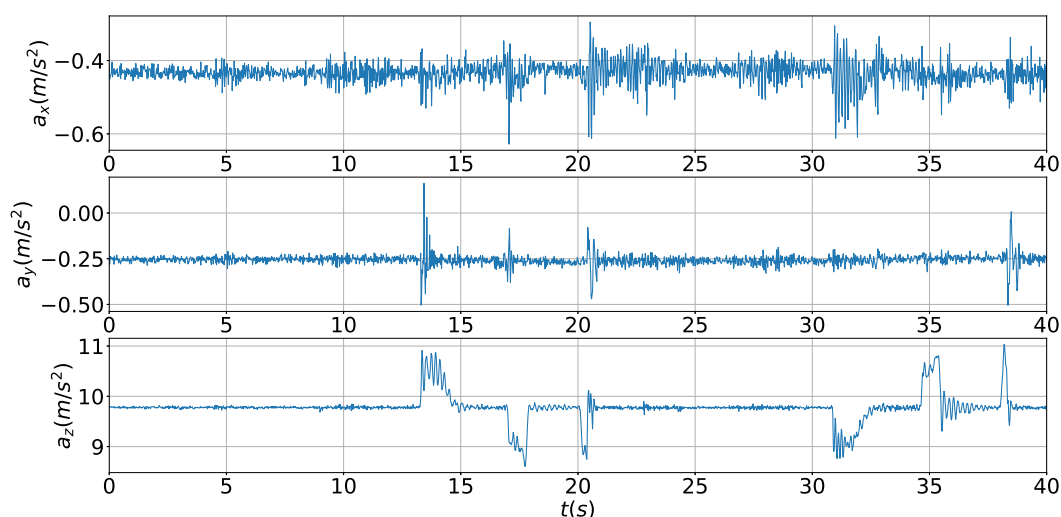

Figura 1: Componentes cartesianas de la aceleración del ascensor medida con el teléfono.
La Figura 1 muestra las componentes cartesianas de aceleración en función del tiempo medida durante el trayecto de su ascensor al subir de un piso a otro. Al observar la figura, el primer aspecto que debe atraer la atención es el hecho de que, a pesar de que la toma de datos se realizó de manera que el movimiento rectilíneo del ascensor coincidiera con la dirección del eje Z , las componentes x e y de la aceleración presentan valores diferentes a cero, lo que indica un desalineamiento del eje Z del móvil respecto de la dirección del movimiento. ¿A que se puede deber este desalineamiento?
3. En el ejemplo mostrado en la Figura 1, durante aproximadamente los 13 primeros segundos, el ascensor está en reposo, por lo que el acelerómetro mide exclusivamente la aceleración de la gravedad. Para este periodo de tiempo, se obtiene un valor promedio de $g_z = 9,78 \pm 0,09 m/s^2$ (con $g_x = -0,43 \pm 0,05 m/s^2$ y $g_y = -0,25 \pm 0,05 m/s^2$), lo que confirma un desalineamiento del eje Z del móvil respecto a la gravedad inferior a 3 grados. Por otra parte, el módulo del vector gravedad, $|g|$ es $9.79 m/s^2$, un 0.1% inferior al valor esperado de la gravedad terrestre.
4. Otro aspecto que aparece en la Figura 1 es el ruido aleatorio, producido probablemente por las vibraciones del ascensor. Comprobaremos la distribución gaussiana de los valores medidos en torno al promedio. Para ello realizaremos el histograma con las medidas a_z obtenidas durante el tiempo en el que el ascensor permanece en reposo antes de ascender al primer piso para lo que se propone el siguiente código: